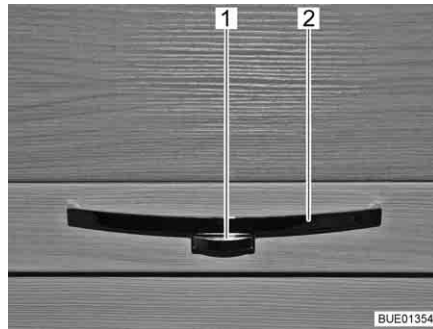

Fig. 69 Sportello del mobile con maniglia (esempio)
- Premere il bottone di sbloccaggio (Fig. 69,1) della maniglia (Fig. 69,2) e mantenerlo premuto.